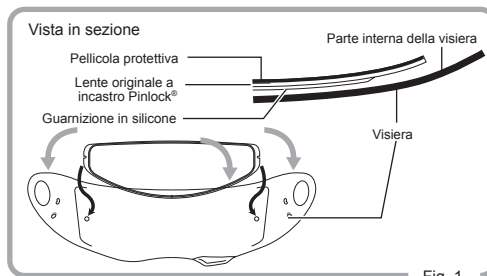

Fig. 1
1. Applicare il lato con la guarnizione in silicone della lente originale a incastro Pinlock® sulla parte interna della visiera, senza rimuovere la pellicola protettiva dalla lente. Allo stesso tempo, applicare la lente originale a incastro Pinlock® sulla parte interna della visiera agganciandola ai perni esterni. (Fig. 1 e 2)